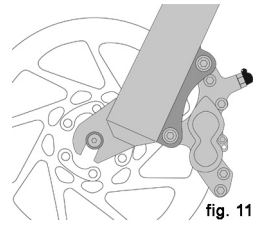
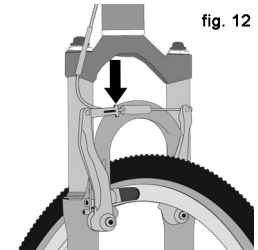

fig. 11
fig. 12
(1) Se a sua bicicleta possui travões de aro, desengate o mecanismo que une o cabo de travão aos dois calços, para ter espaço para o pneu passar entre estes (Consulte a Secção 4.C fig. 11 até 15).
(2) Se a sua bicicleta possui travões de aro, desengate o mecanismo do cabo que une os dois calções de travão para aumentar a abertura entre a roda e os calços (consulte a secção 4.C, figs. 11 até 15).
(3) Se tem desviador traseiro, puxe o corpo do desviador para trás.
3. Alguns travões de bicicleta, tais como travões de disco (fig. 11) e travões V-brake lineares (fig. 12) são extremamente potentes. Tenha muito cuidado. Familiarize-se com as características e potência deste tipo de travões antes de pedalar.
A maior parte dos travões de aro possui um mecanismo de desengate rápido do cabo, permitindo aos calços de travão se afastem para dar espaço ao pneu sempre que é necessário trocar ou substituir uma roda. Quando o desengate rápido do cabo do travão está na posição de aberto, o travão está inoperativo. Solicite ajuda ao seu vendedor para se certificar de que entende como funciona o desengate rápido do cabo na sua bicicleta (veja as figs. 12, 13, 14 e 15) e verifique sempre, antes de a utilizar, que ambos os travões estão a funcionar correctamente.